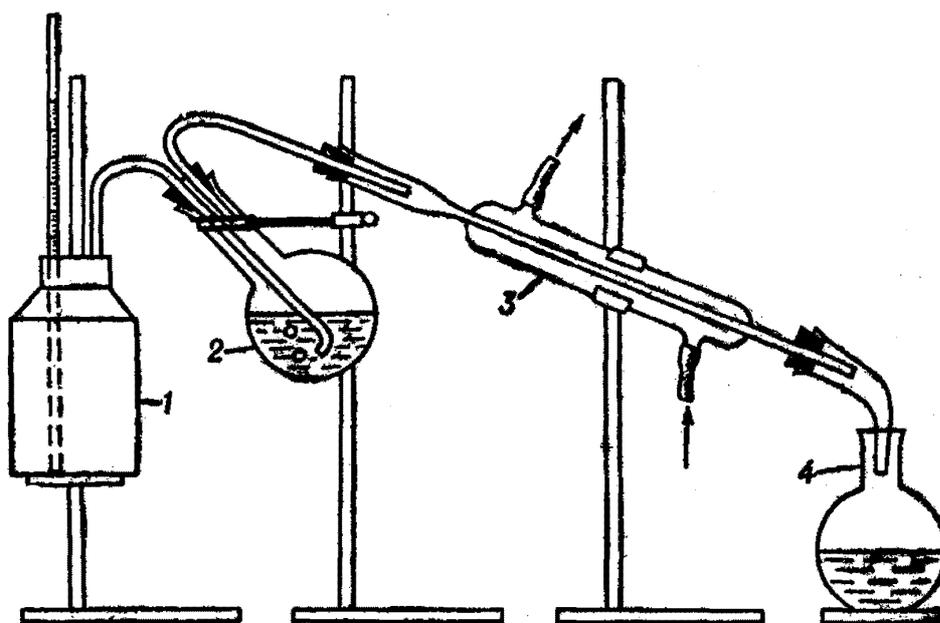

Рис.6. Прибор для перегонки с водяным паром:
**Перегонка с водяным паром** применяется для выделения и очистки нерастворимых в воде твердых и жидких веществ, имеющих высокую температуру кипения. Они перегоняются совместно с водяным паром. При этом общая упругость перегоняющихся паров численно равна атмосферному давлению  $P$  и состоит из суммы упругостей паров воды  $P_1$  и перегоняемого вещества  $P_2$ , т.е.  $P = P_1 + P_2$ . Таким образом, перегоняемое с паром вещество испаряется при температуре более низкой, чем температура его кипения. Прибор для перегонки с водяным паром показан на рис.6. Малые количества веществ могут быть перегнаны на установке, собранной из пробирок.